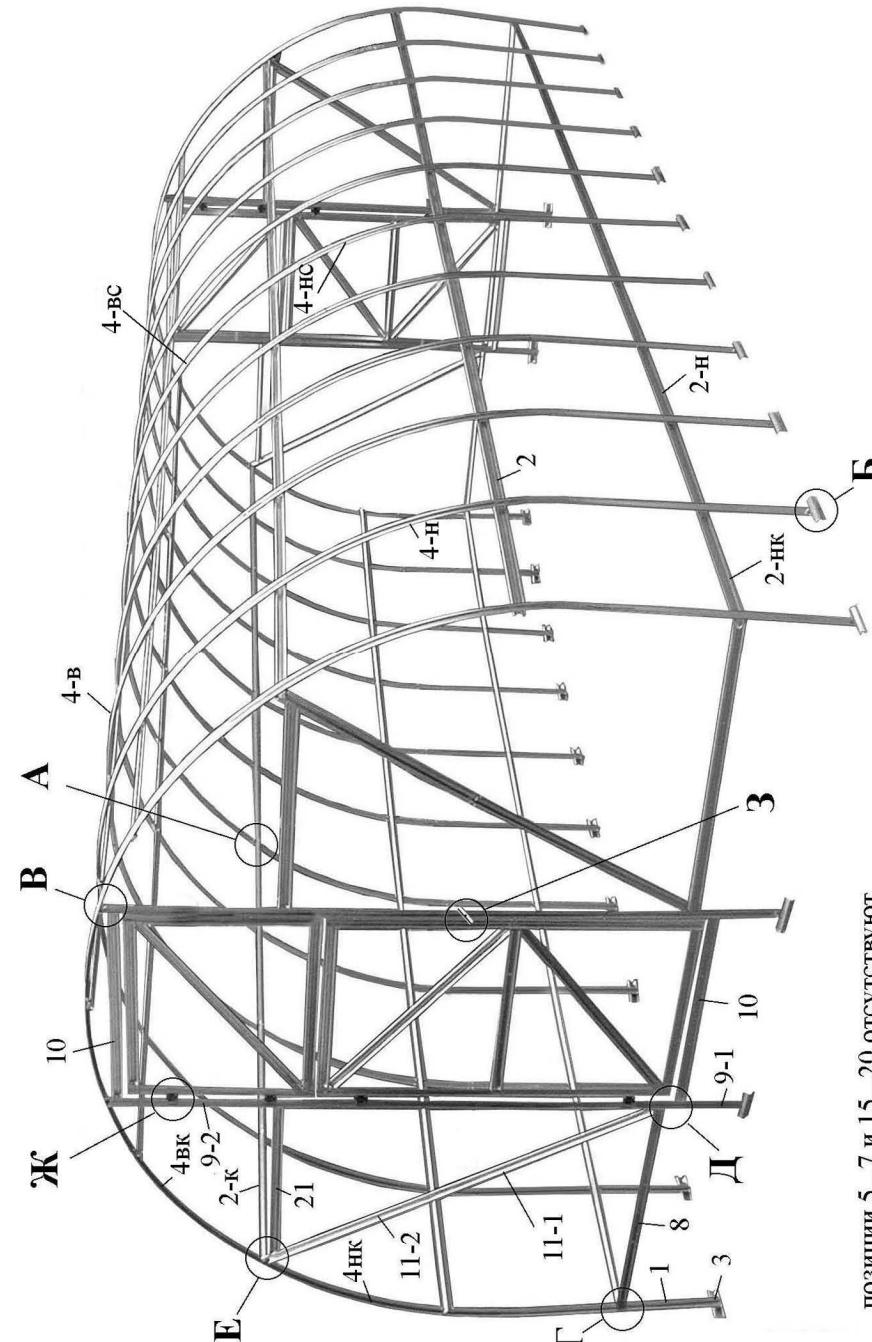

Рис. 1 Общий вид каркаса теплицы “Дачная-2ДУ”
1. Общий вид каркаса представлен на рис.1.
2. Выполняйте сборку в соответствии с фотографиями этапов сборки и узлов, представленными на рис. 1...20.